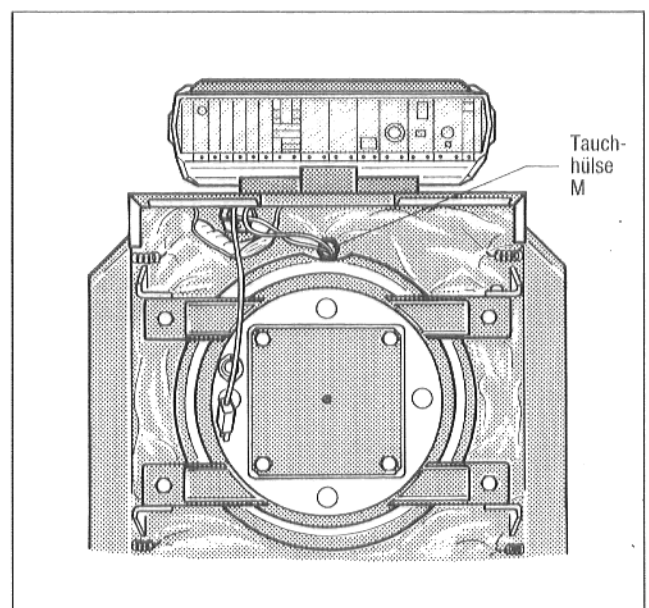

Abb. 19
- Kapillarrohre mit Fühlern zur Tauchhülse führen (Abb. 19).
- Fühler bis zum Anschlag in die Tauchhülse (Meßstelle M) einführen (Abb. 19).